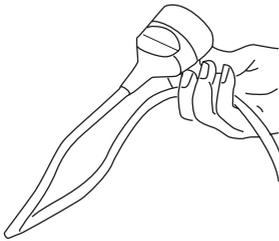

Fig. 20
1. Assurez-vous que l'interrupteur (8) est en position Off (arrêt).
2. Doublez la rallonge à environ 30 cm de l'extrémité, faites passer la boucle par le passant (6) et accrochez la boucle sur la décharge de traction de câble (5), tirez doucement sur le câble pour vous assurer qu'il est fermement maintenu. (Fig. 20, 21).